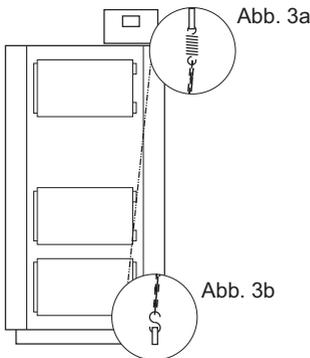
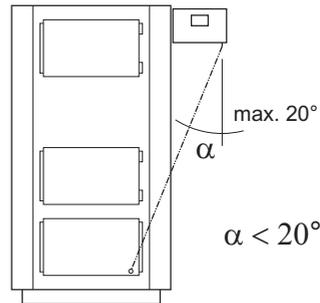
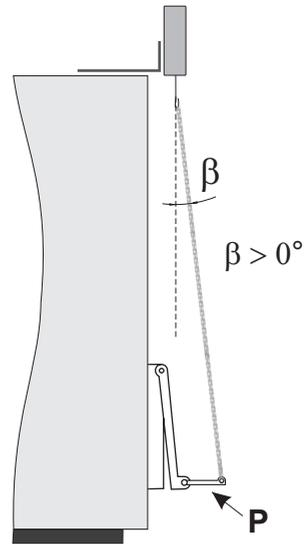

Abb. 3
Abb.4
Abb. 5
2. Regler zusammen mit der Stütze an der oberen oder seitlichen Kesselwand montieren (Abb. 3 oder Abb. 4).
Wenn der Winkel  $\beta$  (Abb. 5) zu klein ist, kann das zu einer Erhöhung der erforderlichen Kraft zum Öffnen der Klappe und im Endeffekt zur Einstellung des Betriebs des Steuergerätemotors und Anzeige der Meldung "Er" führen. Um dem vorzubeugen, und den korrekten Betrieb des Steuergerätemotors zu gewährleisten, ist zusätzlich der an der Kesseltür montierte "P" Hebel zu verwenden. Oder das Steuergerät über die Kessellaße hervorzuschieben. Der Hebel wird vom Installationsunternehmen ausgeführt.
**Achtung:** Die maximale Hubkraft der Klappe beträgt 1 kg. Bei der Reglermontage seitlich des Kessels ist darauf zu achten, dass die Kette nicht mehr als  $20^\circ$  vom Lot weg geneigt ist (Abb. 4).
- Winkel  $\alpha$  und  $\beta$  zwischen Kette und Kessel prüfen (siehe Abb. 4 S. 6 und Abb. 5 S. 7). Wenn diese von den empfohlenen Werten abweichen, kann dies zu einer Erhöhung der erforderlichen Kraft zum Öffnen der Klappe und Erscheinen des Symbols “EO” am Display führen. Es wird empfohlen, das Steuergerät über die Maße des Ofens hervorzuschieben oder einen zusätzlichen Hebel für die Kesseltür anzuwenden.